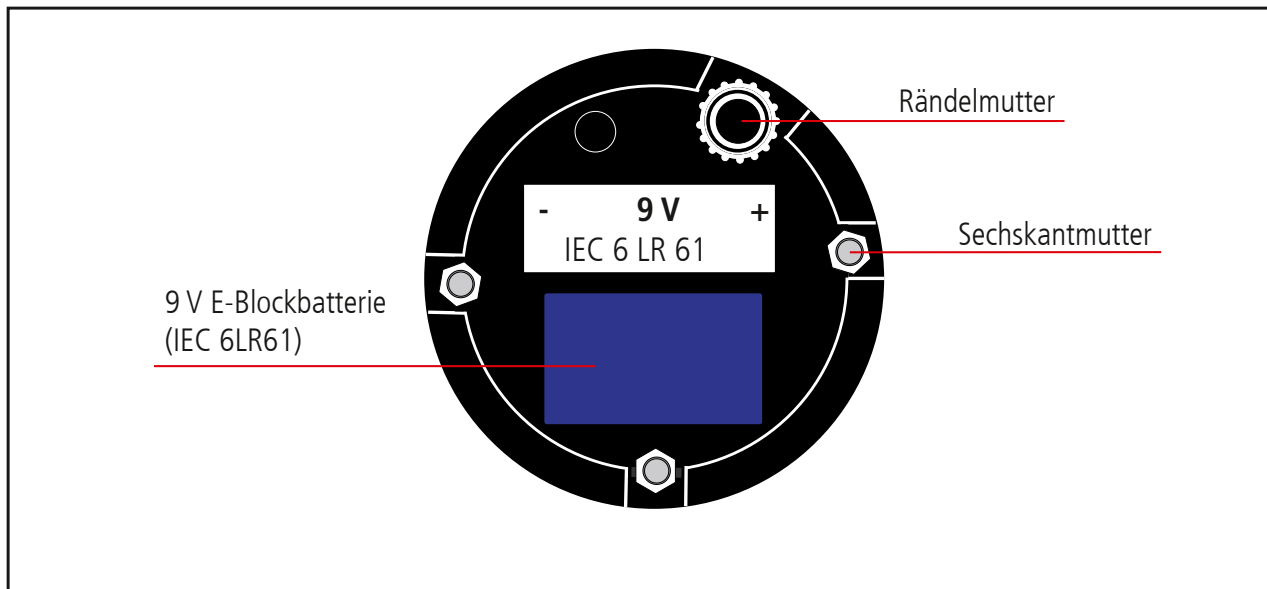

Fig. 9.5 Unterseite Elektronikteil
- 9.4 Vor dem Zusammenbau des Anzeigerates müssen die mit dem Elektronikteil verschraubten Sechskantmutter sowie die Rändelmutter auf festen Sitz hin überprüft werden. Bei losen oder fehlenden Muttern (Sechskantmutter oder Rändelmutter) ist der Spannungsprüfer (das Anzeigerat) der weiteren Anwendung zu entziehen und zur Reparatur an DEHN+SÖHNE zu senden (siehe Fig. 9.5)!